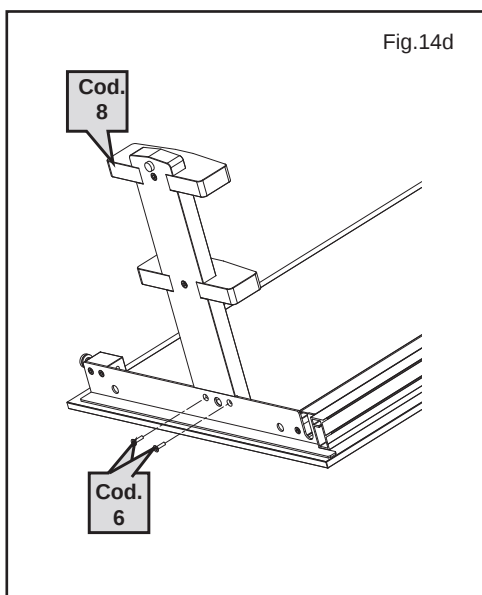

Fig.14d
- Présenter les supports-étagères (Cod.8) au centre de l'équerre comme sur la fig. 14d en veillant à utiliser celui avec les câbles électriques sur le même côté des fils du plafonnier.